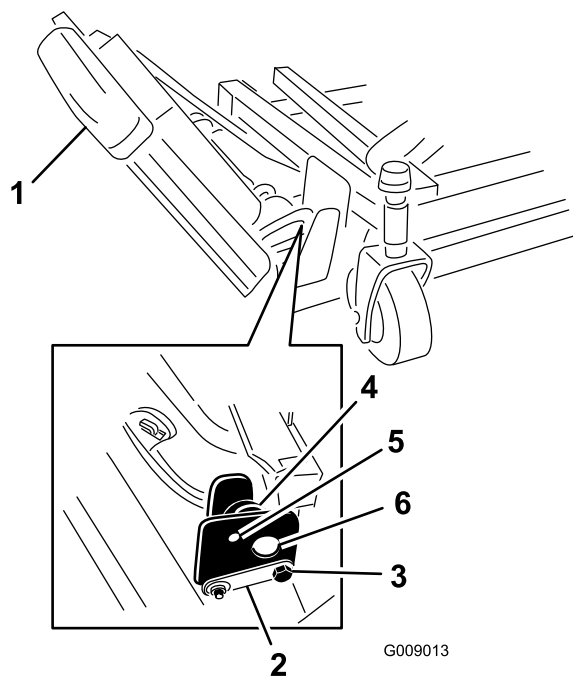

Bild 3
1. Nehmen Sie die Muttern ab, mit denen die vorderen und hinteren Anschlagsschrauben an den Befestigungen des rechten Flügelmähwerts befestigt sind (Bild 3).
2. Stützen Sie den rechten Flügel ab und nehmen Sie die vorderen und hinteren Anschlagsschrauben aus den Mähwerkbefestigungen heraus (Bild 3). Lassen Sie die Exzenter zwischen den Mähwerkbefestigungen.